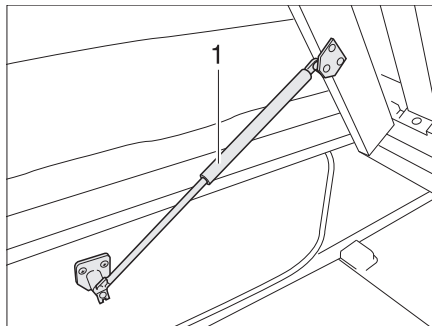

Bild 59 Festes Bett
- Lattenrost anheben. Die Gasdruck-Federn (Bild 59,1) halten den Lattenrost in geöffneter Stellung.